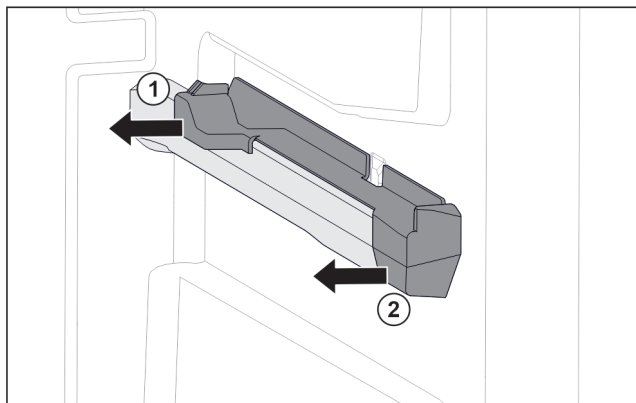

Fig. 123 Element nasadzany na prawym żebrze pojemnika
- ▶ Odciągnąć element nasadzany z tyłu w bok. Fig. 123 (1)
- ▶ Odciągnąć element nasadzany z przodu w bok. Fig. 123 (2)